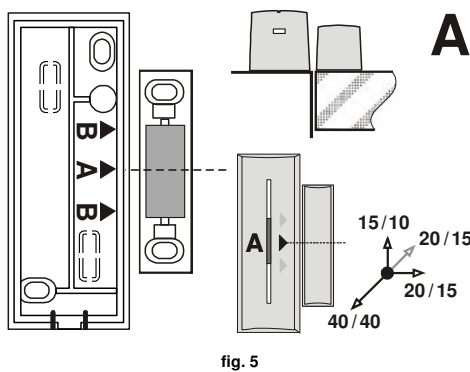
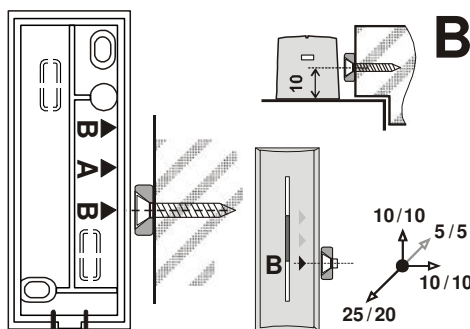

fig. 5
fig. 6
- Přišroubujte magnet na pohyblivou část dveří (okna). Magnet v plastovém pouzdrě umístěte sřídem pouzdra proti šípce A, prstencový magnet musí být proti šípce B. Vzdálenost magnetu od vysílací části má být při zavřených dveřích co nejmenší. Vzdálenost pro aktivaci při oddálení magnetu ve všech osách a pro nemagnetický / magnetický montážní podklad jsou uvedeny v obrázku fig. 5 a fig. 6. *Pozn. Pro výškové nastavení A magnetu použijte dodanou podložku.*
- Attach the magnet to the moving part of the window. The standard magnet in a plastic housing opposite the A arrow and the whorl shape magnet against the B arrow. Its distance from the detector should be as small as possible when the door/window is closed. In the picture fig. 5 and fig. 6 are shown the reaction areas for magnets in millimeters in three axes of movement and on the non-magnetic / magnetic surface. *Note: Use the supplied plastic part to compensate the possible height difference for magnet A.*
Typická rozpinací/spínací vzdálenost: **fig. 5 a fig. 6**
Typical sensitivity range: see fig. 5 and fig. 6